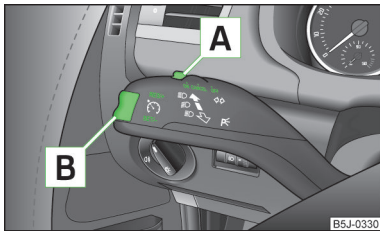

Fig. 117
- Apăsați comutatorul **A** » fig. 117 în poziția **ON**.
- Apăsați butonul basculant **B** » fig. 117 la pagina 121 în poziția **RES**.
- Viteza memorată se poate reduce prin apăsarea butonului basculant **B** » fig. 117 la pagina 121 în poziția **SET**.
Sistemul de control al vitezei de croazieră se **dezactivează temporar** prin apăsarea comutatorului **A** » fig. 117 la pagina 121 în poziția amortizată **CAN-CEL**, respectiv dacă se apasă și pedala de frână sau de ambreiaj.
- Apăsați comutatorul **A** » fig. 117 la pagina 121 spre dreapta, în poziția **OFF**.